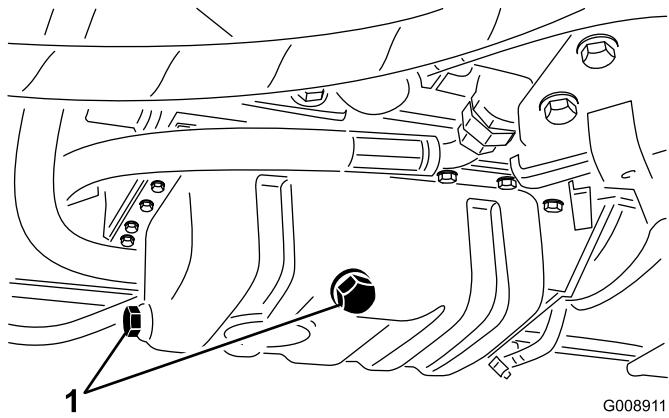

図 61
1. ドレンプラグのどちらか一方（図 61）を外してオイルを容器に受け、オイルの流出がおわったらプラグを元通りに取り付ける。